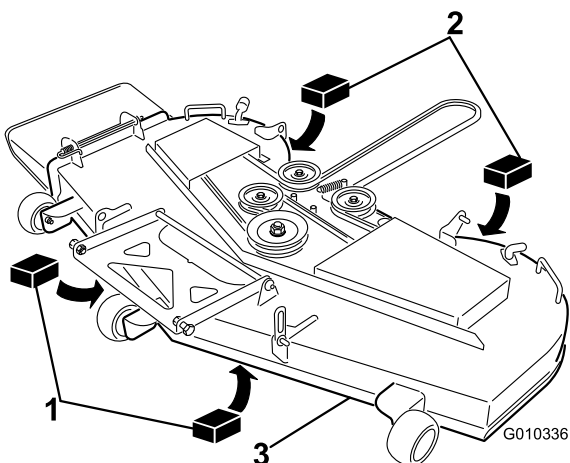

**Figura 70**
3. Rode cuidadosamente as lâminas para que estejam da frente para trás (Figura 70).
4. Meça da ponta da lâmina da frente até à superfície plana e da ponta da lâmina de trás até à superfície plana (Figura 70). Se a parte da frente da lâmina não estiver 1,6-7,9 mm mais baixa do que a ponta da lâmina de trás, continue a realizar o procedimento de Nivelamento da plataforma do cortador.